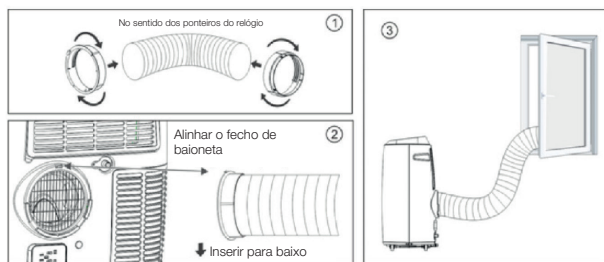

Fig. 9
2. Insira o clip de fixação quadrado nas aberturas da parte posterior do acondicionador de ar (veja a Fig. 9).